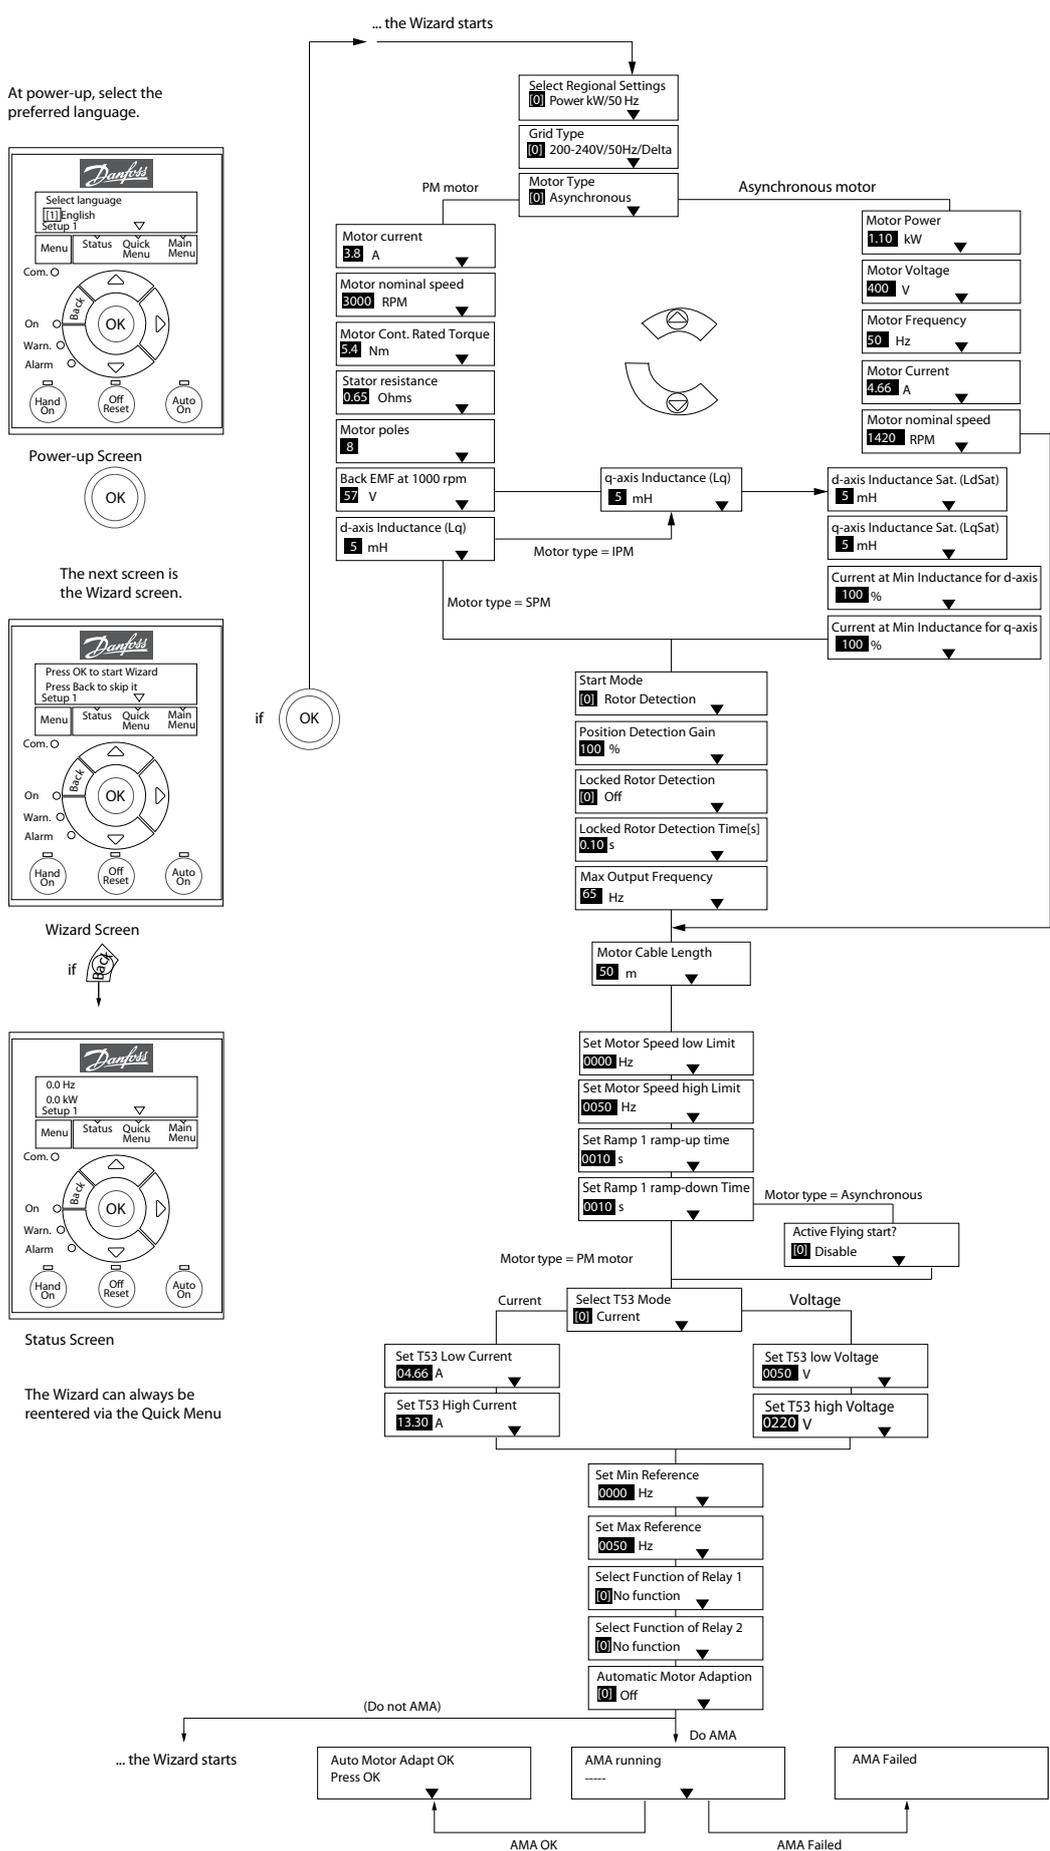

Ilustración 2.4 Asistente de configuración para aplicaciones de lazo abierto
- El asistente para aplicaciones de lazo abierto. Consulte el *Ilustración 2.4* para obtener más detalles.